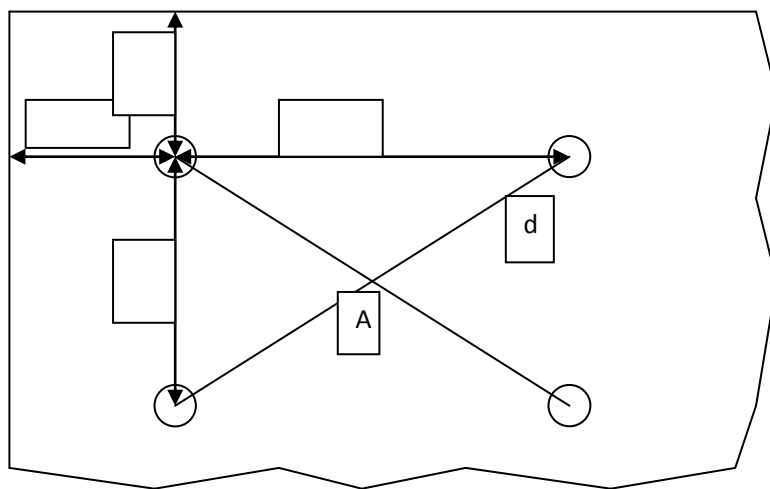

Рисунок 1. План стойлового помещения
1) На плане помещения размещаем светильники и на освещаемой поверхности намечаем контрольную точку, освещенность которой может оказаться наименьшей (рисунок 1)